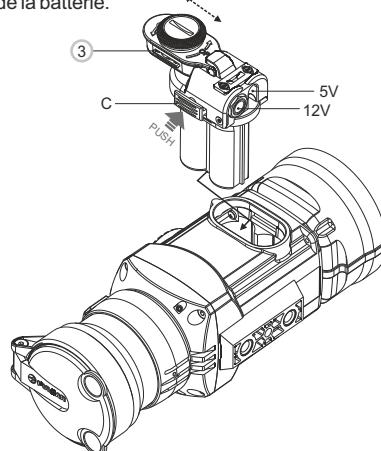

Fig. 3
- Installez l'adaptateur d'alimentation externe dans le compartiment à piles du monoculaire (voir Fig. 3). Assurez-vous que les loquets de l'adaptateur (C) sont encliquetés des deux côtés.
- Fixez le couvercle (3) sur l'adaptateur (voir Fig. 3).
- Allumez l'appareil avec une pression courte sur le bouton «ON/OFF» (10).